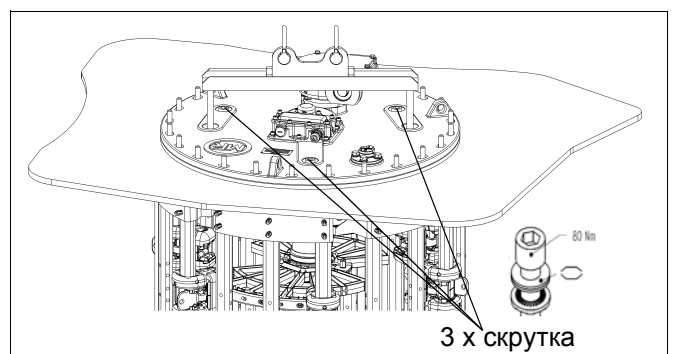

рис. 57
3) Прикрутите головку устройства ПБВ к устройству ПБВ сначала 3 болтами (M16 x 60 включая стопорные элементы, $M_d = 80+10$ Нм, рис. 57).